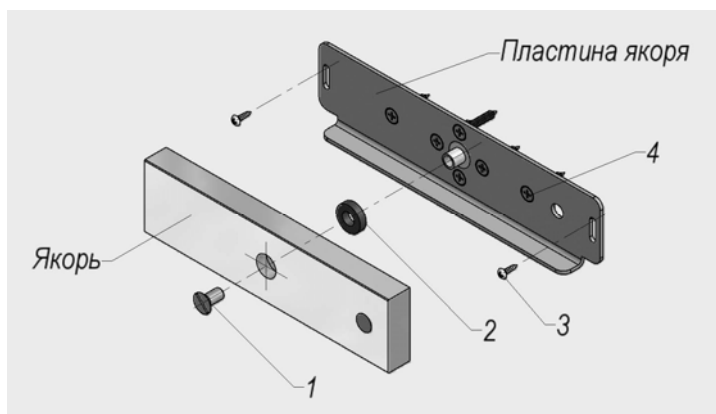
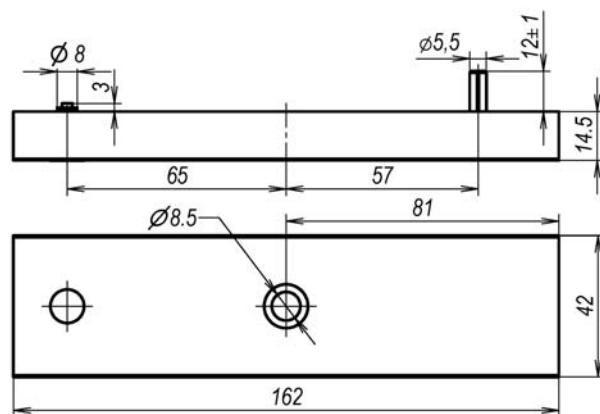

Рис.2
Рис. 6 Якорная часть
В комплекте поставки замка **AL-350FB-02** элементы крепежа якорной части заменены комплектом крепления якоря **AL-350P** (рис.2):
- комплект крепления якоря **AL-350P** (Рис.2).
5.3 Якорная часть замка устанавливается на двери напротив корпуса и закрепляется с помощью комплекта крепления якоря. Для варианта замка **AL-350FB-01** в двери подготавливаются монтажные отверстия для штифта и элементов крепления в соответствии с габаритным чертежом якоря (рисунок 6). Якорь замка для варианта поставки **AL-350FB-02** устанавливается без сверления монтажных отверстий в двери. Якорь соединяется с пластиной винтом М6х12 через амортизирующую резиновую шайбу и затем через регулировочные пазы в пластине крепится саморезами (поз.3 рис.2) к двери. После окончательной регулировки взаимного положения корпуса и якоря при закрытой двери саморезы (поз.3) затягиваются, якорь снимается с пластины и выполняется крепление пластины к двери саморезами (поз.4), после чего якорь снова устанавливается на пластину.